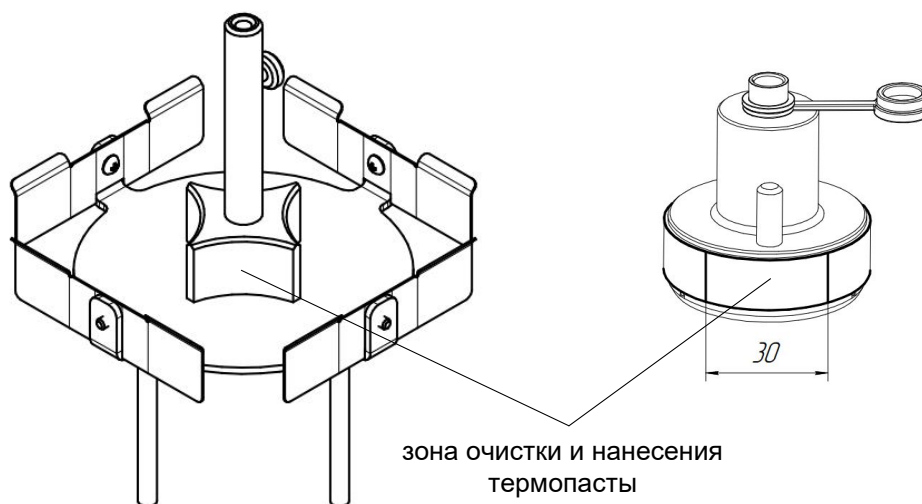

Рисунок 28 – Подготовка к проверке погрешности измерения температуры - Шаг 1
5.7.2 Очистить поверхности температурного контакта калибровочного приспособления, колец и нанести на них термопасту (КПТ-19) (см. рисунок 28).